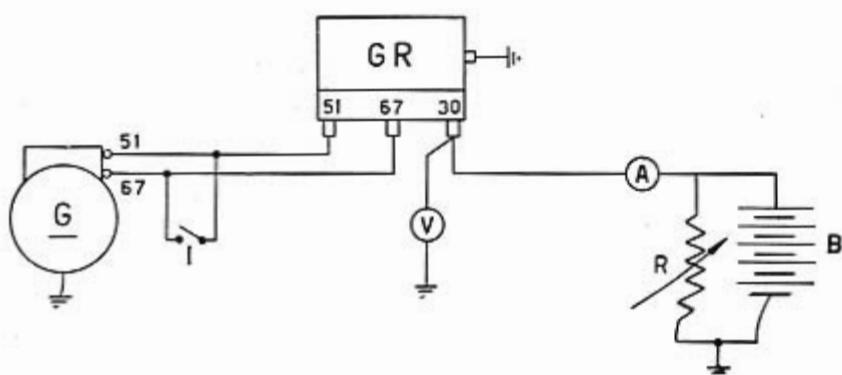

Fig. 349.
a) Brancher le groupe régulateur suivant le schéma (fig. 349).
On devra l'effectuer aussitôt après celui du régulateur de tension, en utilisant le même schéma de fig. 349 et les mêmes appareils, excepté l'ampermètre qui devra avoir 40 A à fond d'échelle.